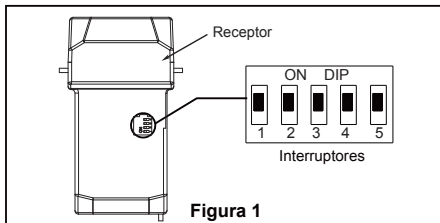

Figura 1
### Uso de perfil bajo (Figura 1)
1. Extraiga la pieza de la bola colgante de la unidad de la bola colgante / varilla aflojando el tornillo de presión de la bola colgante hasta que la bola se libere de la varilla. Retire el pasador del barral y luego extraiga la semiesfera. Conserve el pasador y la semiesfera para su reinstalación en el Paso 6. (Figura 1)
Para evitar una posible descarga eléctrica, asegúrese de cortar la alimentación eléctrica de la caja de fusibles principal antes de colgar el ventilador. (Figura 1)
1. Para configurar el código de unidad del receptor. Deslice los interruptores de código a las mismas posiciones que en el transmisor. (Figura 1)
1. Instale la cubierta rotando la ranura clave en la cubierta sobre el tornillo de hombro del soporte del gancho, teniendo cuidado de no pillar los cables. Fije el tornillo de hombro. Instale adecuadamente y fije el segundo tornillo de hombro que fue anteriormente guardado. (Figura 1)
1. Instale la bombillas por enhebrar en una dirección en sentido horario. (Figura 1)
1. **IMPORTANTE:** El uso de un regulador de la intensidad completa (no incluido) para controlar la velocidad del ventilador dañará el dispositivo. Para reducir el riesgo de incendio o descarga eléctrica, no utilice dicho regulador para controlar la velocidad del ventilador. (Figura 1)
1. Instalación de la placa de la pared: (Figura 1)